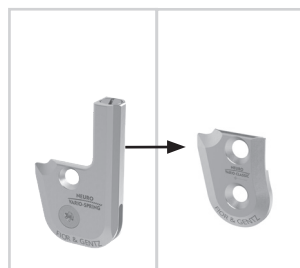

図22
- 2 適正なシステム幅の、**NEURO VARIO-CLASSIC**システム関節のカバープレートを取り付けます(図22)。